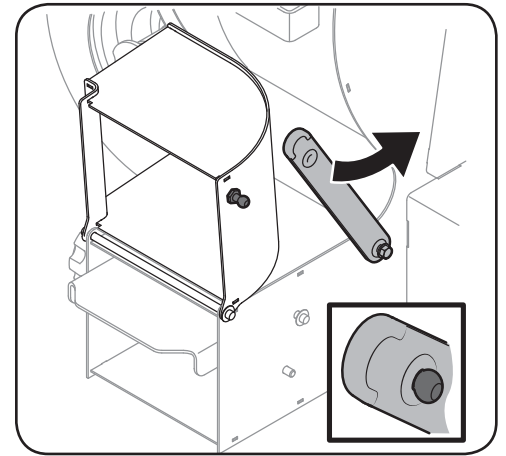

Figure 4-8
1. À l'arrière du déflecteur d'éjection réglable, détachez la sangle en tirant sur celle-ci pour l'enlever de la cheville. Voir Figure 4-8.